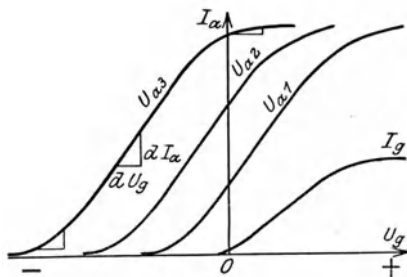

Abb. 34.
**3. Röhre als Verstärker.** Auch das Verhalten der Röhre sieht man am klarsten aus ihren Kennlinien. Legt man an das Gitter eine von etwa  $-10$  Volt über  $0$  bis  $+10$  Volt veränderliche Gleichspannung  $U_g$  an, hält die Heizung  $I_h$ ,  $U_h$  und die Anodenspannung  $U_a$  konstant und beobachtet den Anodenstrom  $I_a$ , so erhält man Kurven (Abb. 34), die mit zunehmender Größe von  $U_a$  immer weiter nach links wandern.
**5. Durchgriff, Verstärkung.** Auf die der Kathode entströmenden Elektronen wirken sowohl die Anode wie das Gitter ein. Ein zahlenmäßiger Ausdruck hierfür ist der Durchgriff  $D$ , der sich aus Abb. 34 entnehmen läßt. Eine Änderung der Anodenspannung von  $U_{a_1}$  auf  $U_{a_2}$ , also um  $U_{a_2} - U_{a_1} = u_a$  verschiebt die Kurve um eine Strecke nach links, die man am Maßstab der Gitterspannung zu  $u_g$  ablesen kann. Dann bezeichnet man als Durchgriff das Verhältnis
**10. Gitterstrom.** Ergänzt man Abb. 34 durch Aufnahme des Gitterstromes  $I_g$ , so sieht man, daß dieser eigentlich nur bei positiver Gitterspannung fließt. Bei  $U_g = 0$  ist er schon sehr schwach und bei  $U_g = -1$  Volt verschwindet er praktisch. Um